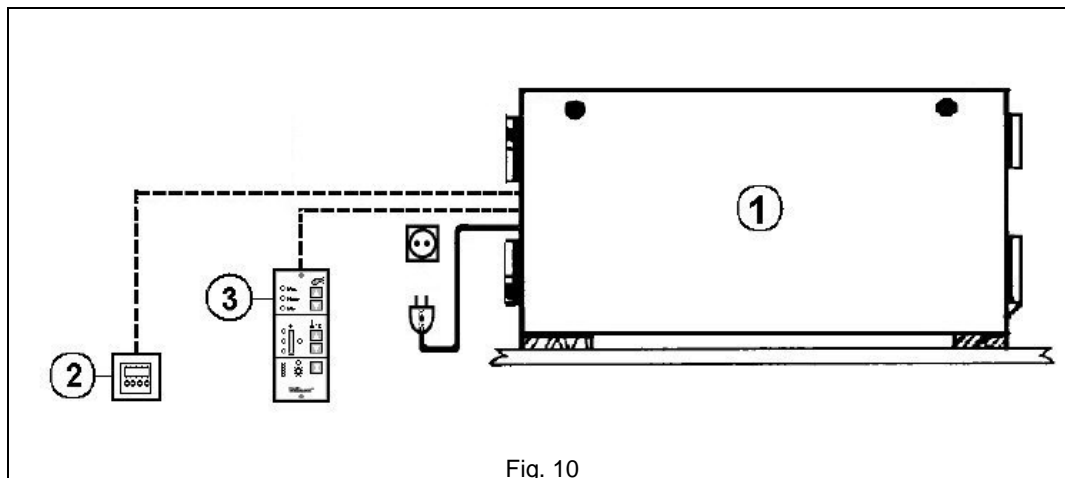

Fig. 10
**ELEKTRISKE ARBEIDER (Fig. 10 og 10A)**
**Aggregat (1)**
**ELEKTRISKA ARBETEN (Fig. 10 och 10A)**
## ELEKTRISCHER ANSCHLUSS (Fig. 10 und 10A)
## ELECTRICAL CONNECTIONS (Fig. 10 and 10A)